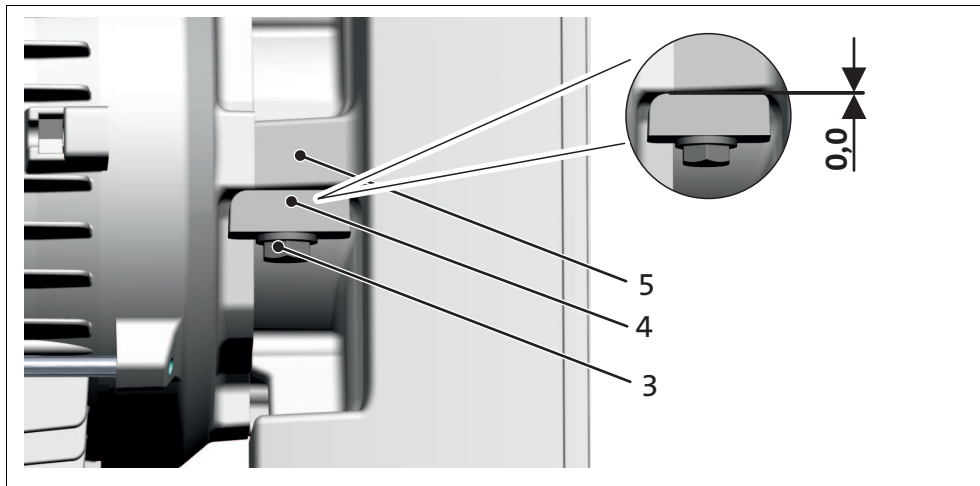

Abb. 5 Montage gegenüberliegende Seite (Endlage Nocken bündig)
2. Die Sicherungsschraube anziehen bis die Sicherungsnocken von Getriebegehäuse und Motor bündig an der Sicherungslasche anliegt, Abb. 5.